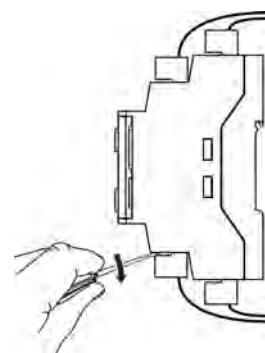

**Рисунок 8.2 – Габаритный чертеж прибора**
- Подготовить на DIN-рейке место для установки прибора в соответствии с размерами прибора (см. рисунок 8.2).